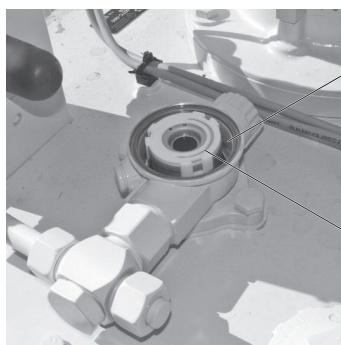

Fig. 56
3. Staccare dall'elemento di testa la parte inferiore dell'involucro (**2.14**) compreso elemento filtrante (**2.13**). (Fig. 56)